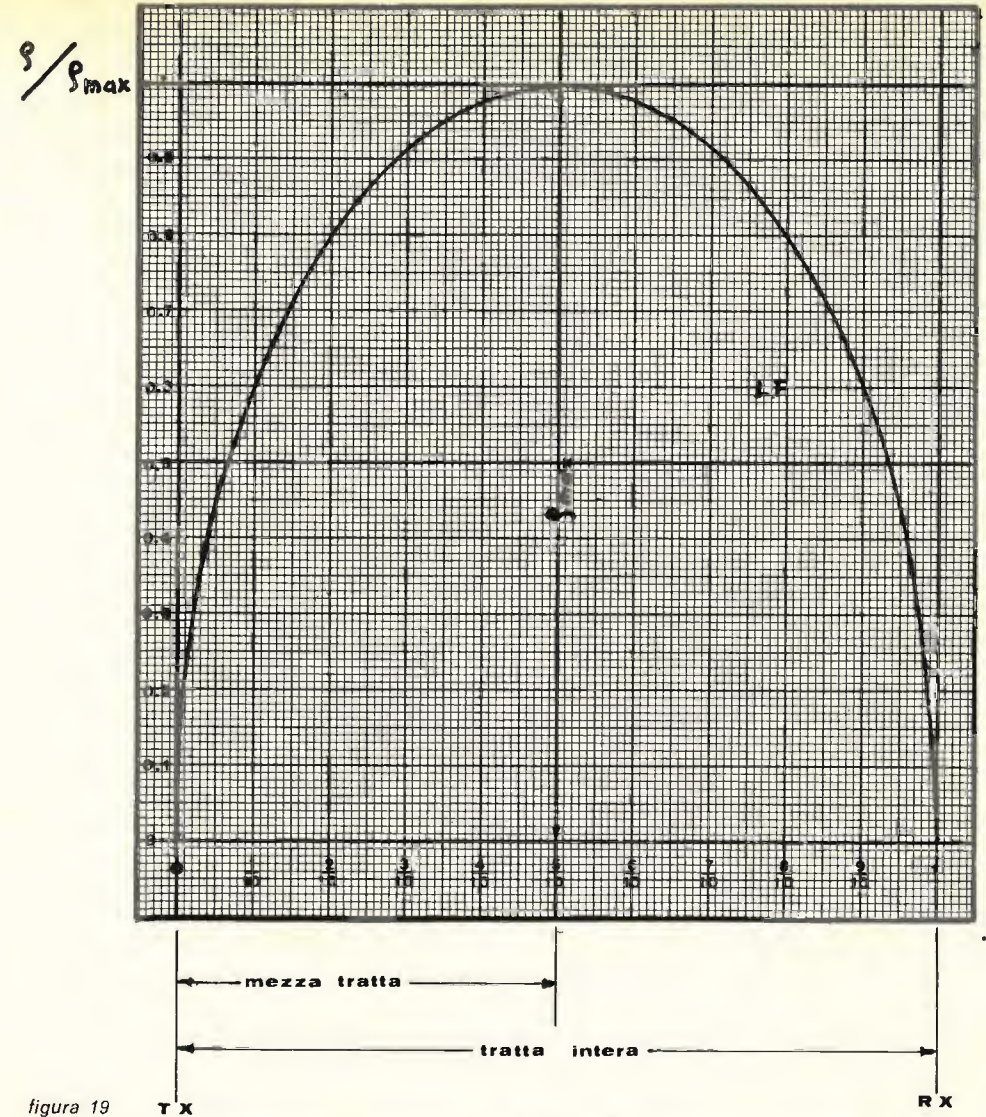

figura 19
Per le altre distanze, partendo dal punto TX, il raggio ρ si ricaverà poi dal grafico di figura 19. Da questo si rileva infatti che, ad esempio, a un decimo (1/10) della distanza totale (partendo da TX) il raggio ρ è
3) tracciare per punti tutto l'ellissoide mediante l'ausilio della figura 19;